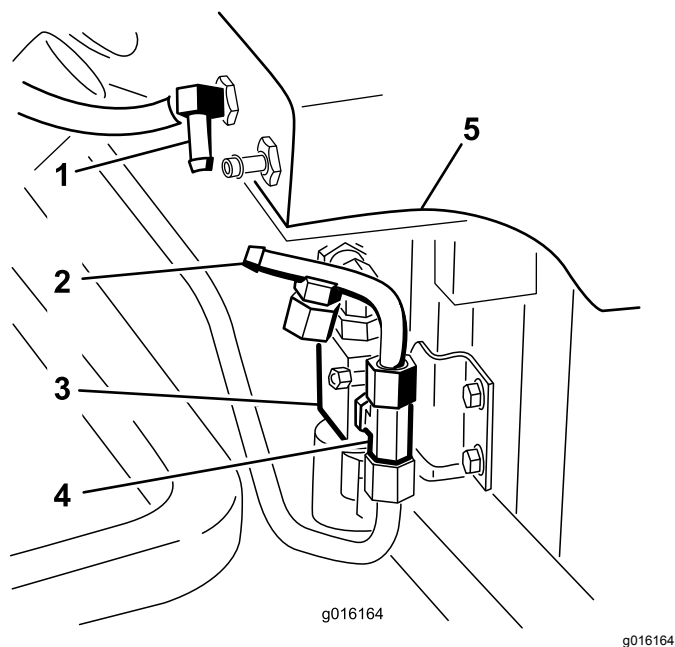

図 25
3. バルブの側部組みつけられたフィッティングに油圧ライン4番を取り付ける 図 25。